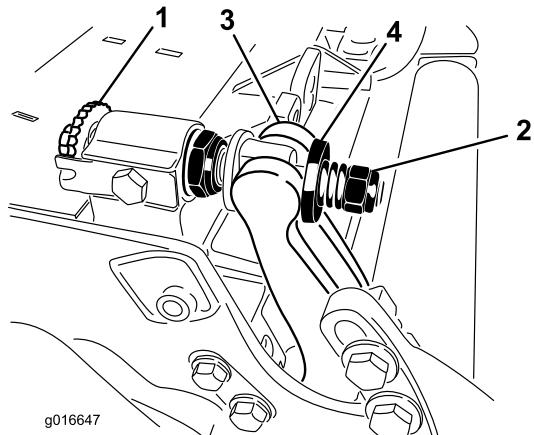

Figura 30
- Rode os parafusos de ajuste da barra de apoio no sentido contrário ao dos ponteiros do relógio, para afastar lâmina de corte do cilindro (Figura 30).
- Faça recuar porca da mola tensora até que a anilha deixe de estar sob tensão contra a barra de apoio (Figura 30).